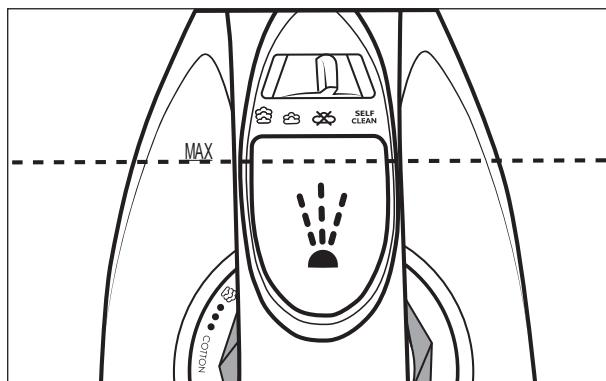

Fig. 1
- 3) À l'aide du gobelet mesureur **11**, remplissez le réservoir d'eau **2** au maximum jusqu'au repère **MAX** (voir fig. 1).